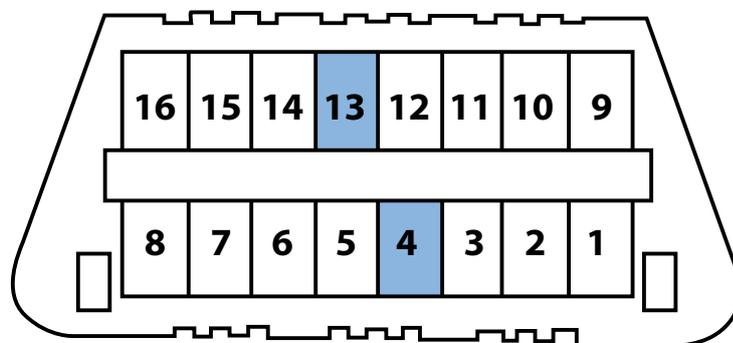

Fig. 2.
2. Utilize um fio elétrico para conectar os terminais 4 e 13 da ficha OBD de 16 pinos, como mostrado na Fig. 2.
2. Volte a conectar o fio elétrico como a Fig. 2 indica.